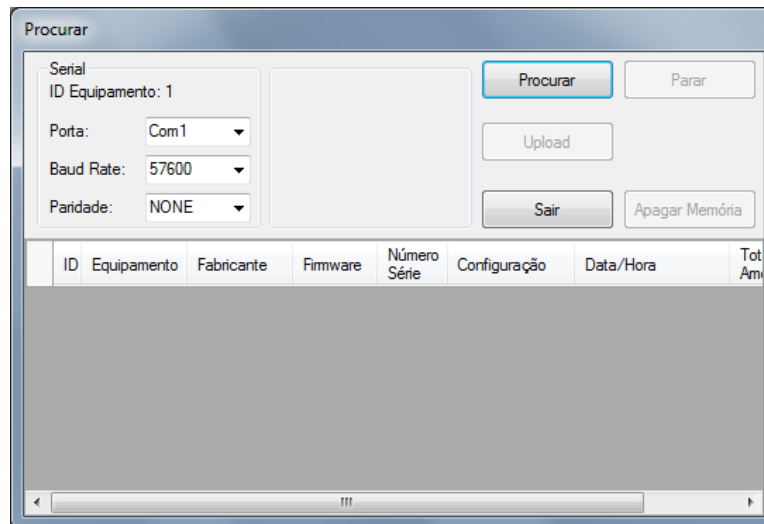

Figura 14 – Tela para procurar o dispositivo
1. Através do Menu “Ferramentas” selecione a opção “Transferir para PC”, ou clique no botão . A Figura 14 mostra a tela que será apresentada: